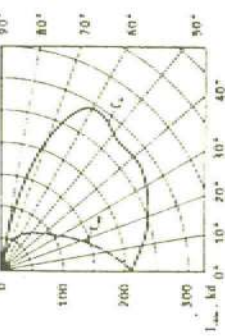

Рис.2
2.1. Распределение силы света светильников показано на рис. 2. Тип кривой силы света в горизонтальной плоскости - осевая, в вертикальной плоскости - широкая.